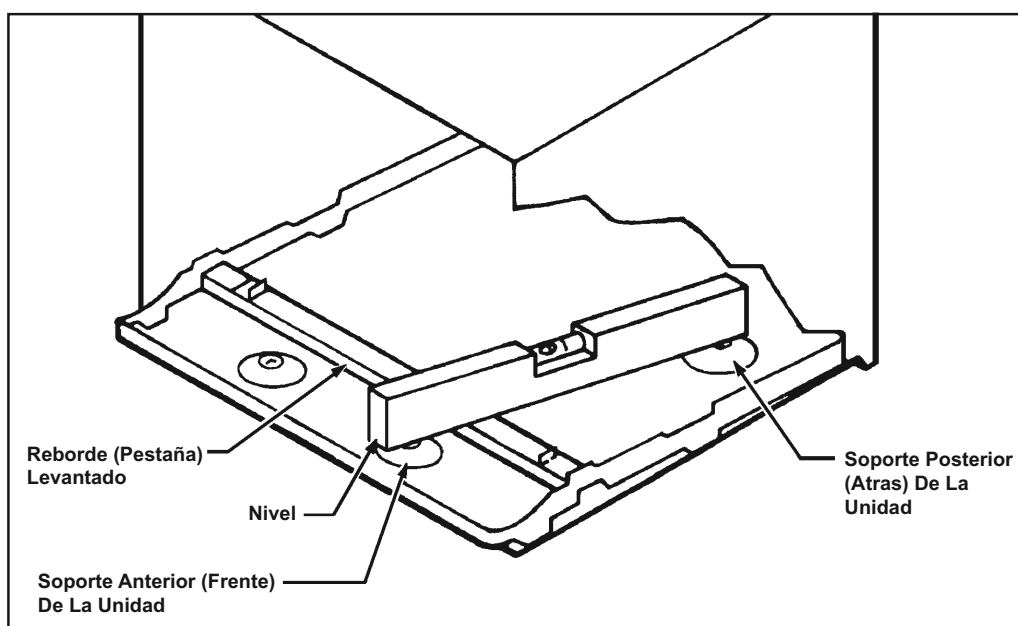

Figura 9
- PASO 4** La BASE DE EMPOTRAJE "WSC" también se debe instalar con un pequeño declive hacia la parte exterior de la edificación. Colocando un NIVEL de tal forma que se apoye en los SOPORTES ANTERIOR Y POSTERIOR, como es muestra en la Figura 9, se proporciona el declive requerido.